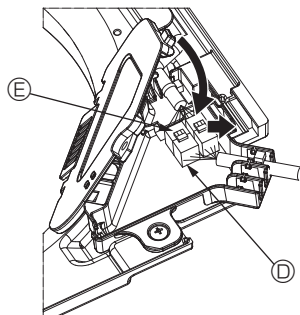

Fig. 5-10
- ③ Luk afdækningen på el-boksen, når ledningerne er placeret i el-boksen. Pas på, at ledningerne ikke kommer i klemme. (Fig. 5-10)